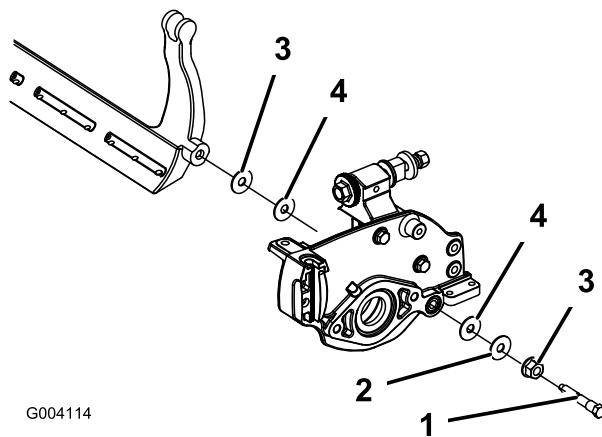

図 58
4. 各ベッドバー・ボルトを抜いて、ベッドバーを下に引き抜いて外す。ベッドバーの両端にナイロン・ワッシャとスチール・ワッシャが2枚ずつあるので注意する (図 58)。